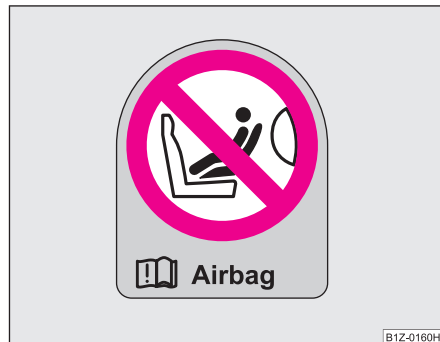

Fig. 166 Adhesivo en el montante central de la carrocería, lado del acompañante
- Este hecho lo indica también el adhesivo que se encuentra en el montante central del lado del acompañante ⇒ fig. 166. El adhesivo es visible al abrir la puerta del acompañante.